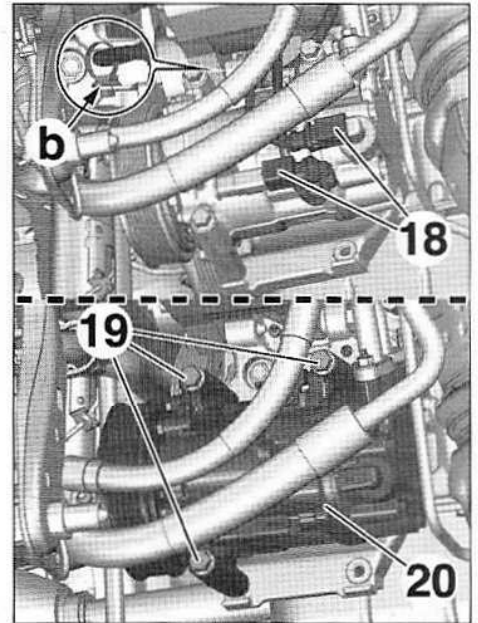

FIG.14
- Débrancher les connecteurs (18) (Fig.14).
- Déposer les vis (19).
- Sans débrancher les canalisations, écarter et brider le compresseur de climatisation (20).